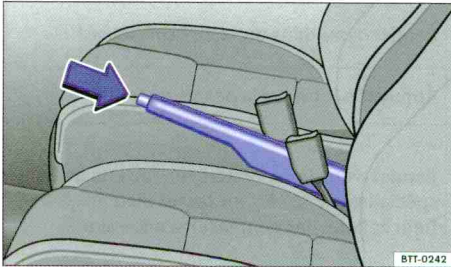

Fig. 128 Entre les sièges avant : frein à main.
- Tirez légèrement le levier vers le haut et appuyez sur la touche de blocage ⇒ fig. 128 (flèche).